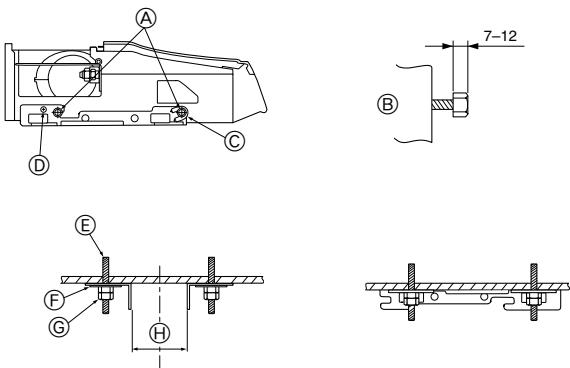

Fig. 3-7
2) Montering af ophægningsbeslaget i loftet først (Fig. 3-7)